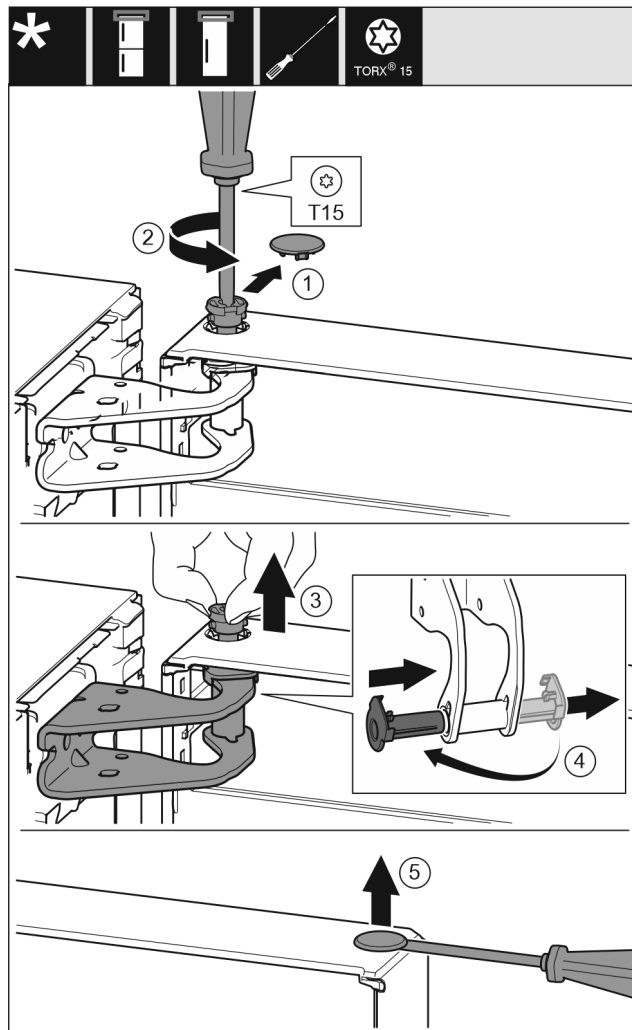

Fig. 9
- ▶ Ostrożnie zdjąć osłonę zabezpieczającą. Fig. 9 (1)
- ▶ Sworzeń wykręcić nieco przy pomocy śrubokręta T15. Fig. 9 (2)
- ▶ Przytrzymać drzwi i wyjąć sworzeń palcami. Fig. 9 (3)
- ▶ Tuleję łożyskową wyjąć z prowadnicy. Założyć z drugiej strony i zażębić. Fig. 9 (4)
- ▶ Załączkę ostrożnie podważyć przy pomocy śrubokręta i wyjąć z tulei łożyskowej drzwi. Fig. 9 (5)